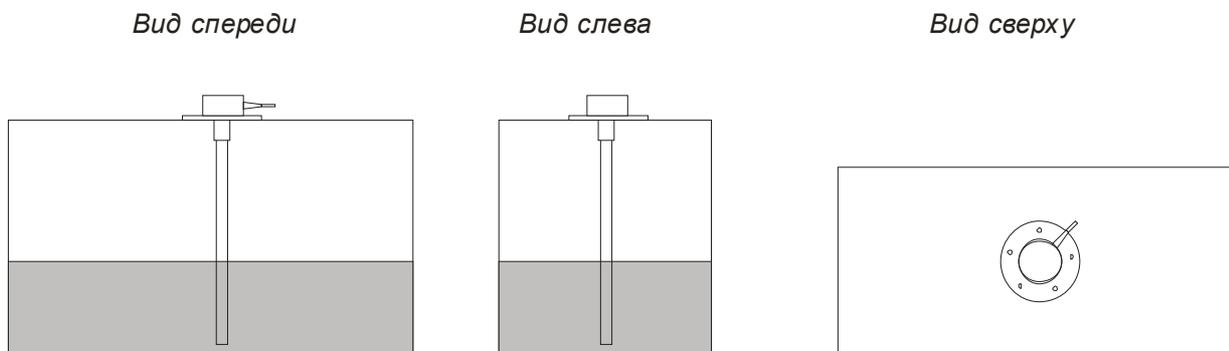

Рис.6
- 2) В случаях, когда невозможно обеспечить установку датчика по центру топливного бака, место установки необходимо максимально приблизить к указанным на (Рис.6; 7; 8).
- 2) На рабочей длине датчика  $L$  отмерить линейкой длину  $L1$  равную глубине бака минус 10-15мм. Рис.6.